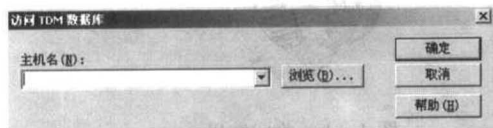

图 1-5 访问 TDM 数据库对话框
(2) 签入：签入已签出的文件，使其可供其他用户使用。如果签入一个直接文档，则 Solid Edge 就签入已签出的所有相关联的见解文档。
(3) 修订：创建或显示活动文档的修订，此命令仅对于托管文档可用。
(4) 访问 TDM 数据库：访问 SDRC 群组数据管理，可浏览数据库、选择零件或组件并将其打开。单击此命令会出现如图 1-5 所示对话框。